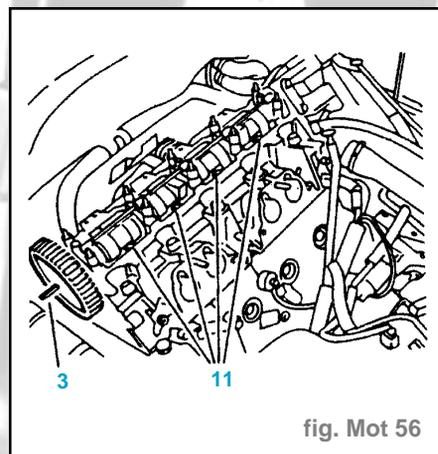

fig. Mot 56
- Monter la culasse, pignon d'arbre à cames pigé (fig. Mot. 56).
- Remplir d'huile les cuvettes (11) de la culasse (fig. Mot. 56).